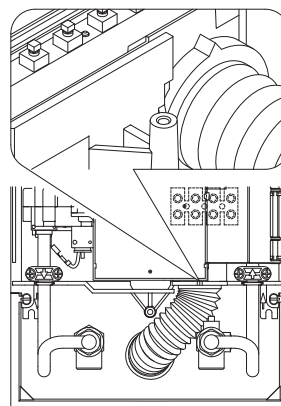

рис. 12
- Поправьте водозащитный кожух, как показано на Рис. 12 и закройте откидную несущую часть управляющей панели.